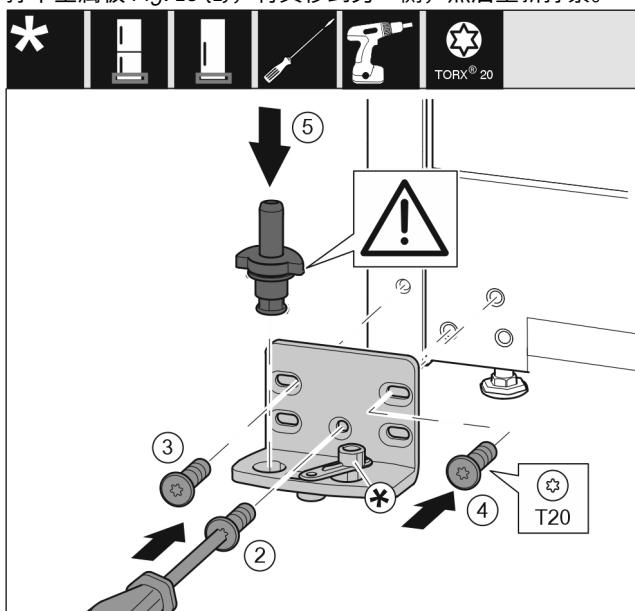

Fig. 17
- ▶ 将托架安装到另一侧, 并借助螺丝刀旋紧。用螺钉 Fig. 17 (2) 从底部的中心开始。
- ▶ 拧紧螺钉 Fig. 17 (3)和螺钉 Fig. 17 (4)。
- ▶ 将轴承螺栓 Fig. 17 (5)完全装入。同时注意止动凸轮需指向后方。